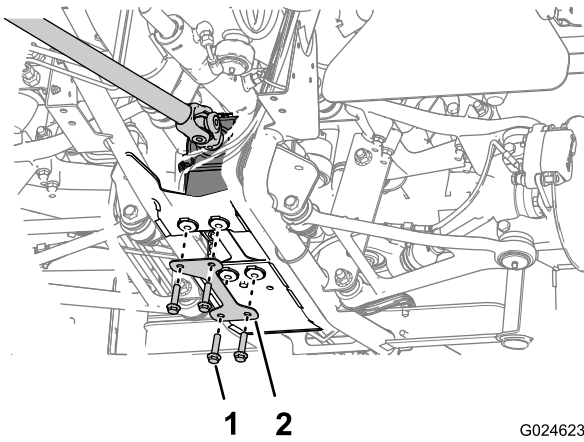

Figura 31
1. Fissate il differenziale ai relativi supporti con 1 piastra d'appoggio e 4 bulloni a testa esagonale (3/8 x 1-1/2 poll.) come mostrato in Figura 31.